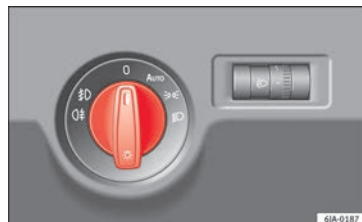

Bild 129 Instrumentpanel: ljusreglage
Reglagens platser i **högerstyrda** bilar skiljer sig något åt från platsen som visas här » **bild 129** » sidan 116. Men symbolerna som indikerar positionerna för respektive reglage är oförändrade.
– Vrid ljusreglaget » bild 129 till position ».
– Vrid ljusreglaget » bild 129 till position 0.
Varselljusen är signalenheter för att öka trafiksäkerheten. Lamporna är inbyggda i strålkastarna och tänds varje gång tändningen slås på om ljusreglaget är i läge **0** eller **AUTO** » **bild 129**. De stängs av automatiskt när positionsljuset slås på.
Om ljusreglaget är i det här läget **AUTO** » **bild 129**, positionsljusen, strålkastarna och nummerskyltsbelysningarna tänds eller släcks automatiskt.